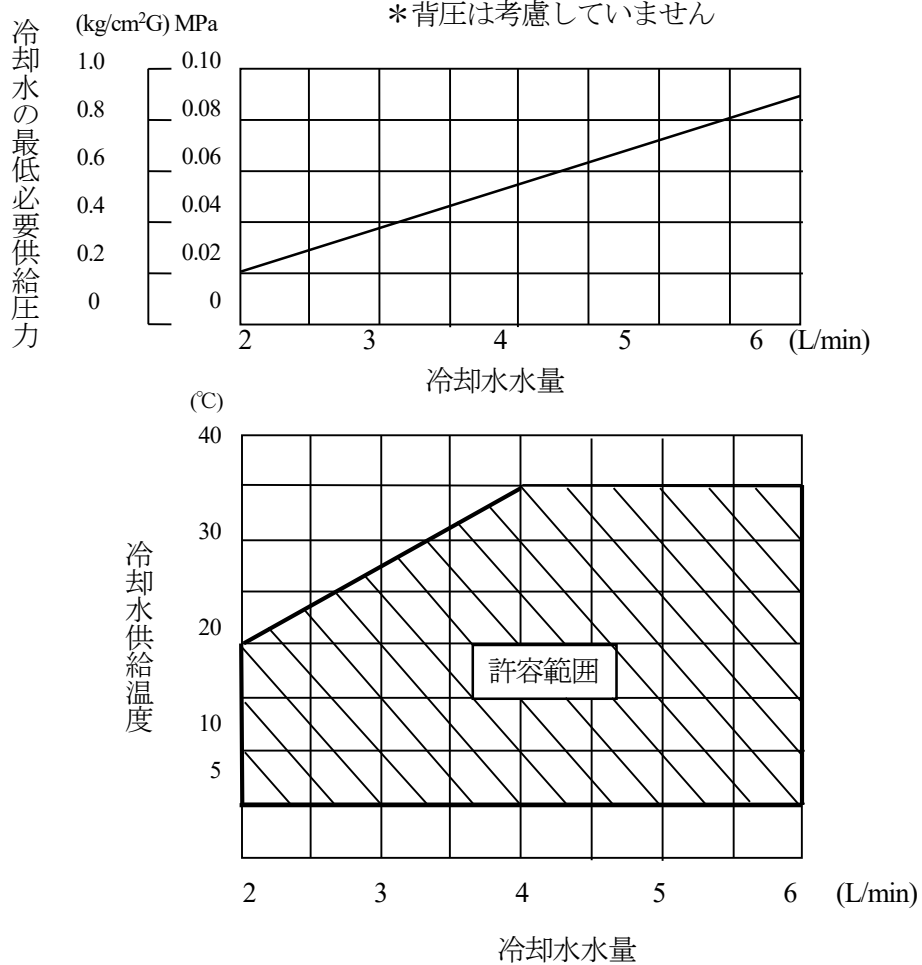

図 4-1 冷却水水量と水温、供給水圧力の関係
- (1) 平らな場所にコンプレッサーを設置して下さい。
- (2) キャスターが4輪ともしっかりと床面に接地していることを確認して下さい。
- (3) 水が飛び散ったり、ホコリのある場所にはコンプレッサーを設置しないで下さい。
- (4) ホコリのない、排熱の影響のないきれいな環境状態にコンプレッサーを設置して下さい。
- (5) コンプレッサーは水冷式です。 図 4-1 に示す水質・水量・水温を確保して下さい。
- (6) コンプレッサーの設置場所に十分な容量の空調機を確保して下さい。
- (7) 熱の影響を受け易い物体をコンプレッサーの周りに置かないで下さい。
- (8) コンプレッサーには4つのロック付キャスターがついています。コンプレッサーを置いた後、キャスターをロックして下さい。
コンプレッサの冷却水は、水温 35℃以下で使ってください。冷却水温度と冷却水水量の関係及び最低供給圧力と冷却水水量の関係を図 4-1 に示します。図の斜線部分の範囲でご利用になれます。最高使用圧力は 1MPa (10.2kg/cm²G) です。図 4-1 は背圧を考慮していませんので、実際にご使用になる冷却水系に背圧がある場合は、最高使用圧力を超えない範囲内で、調整をおこなってください。冷却水の水質は、(社) 日本冷凍空調工業会 が制定した「冷凍空調機器水質ガイドライン」に従ってください。定期的に水質管理をおこなってください。
冷却水を必要以上流しますと、熱交換器を傷める場合がありますので、図 4-1 に示す冷却水水量範囲をお守りください。